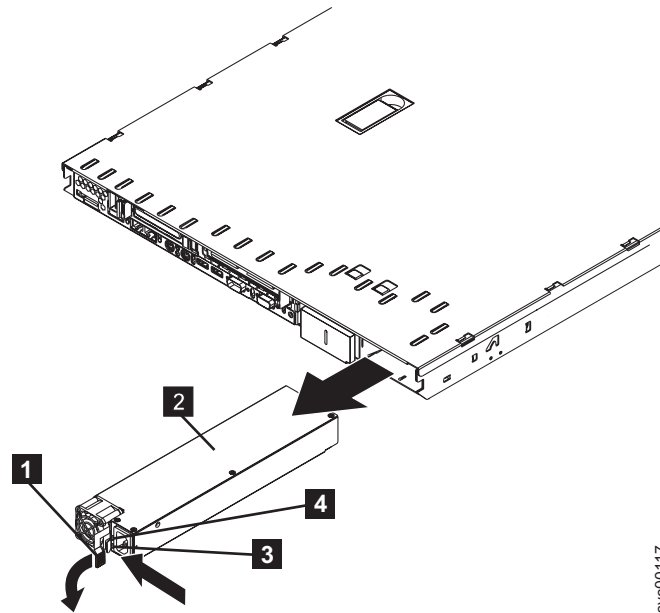

図 124. SAN ボリューム・コントローラー 2145-8F2 電源機構の取り外し
4. ノードの後部で、153 ページの図 124 で示すように、オレンジ色のリリース・レバーを左方に押してから下方に押し、電源機構アセンブリーを解放します。これは、電源装置を少し後に移動し、簡単に取り外しができます。